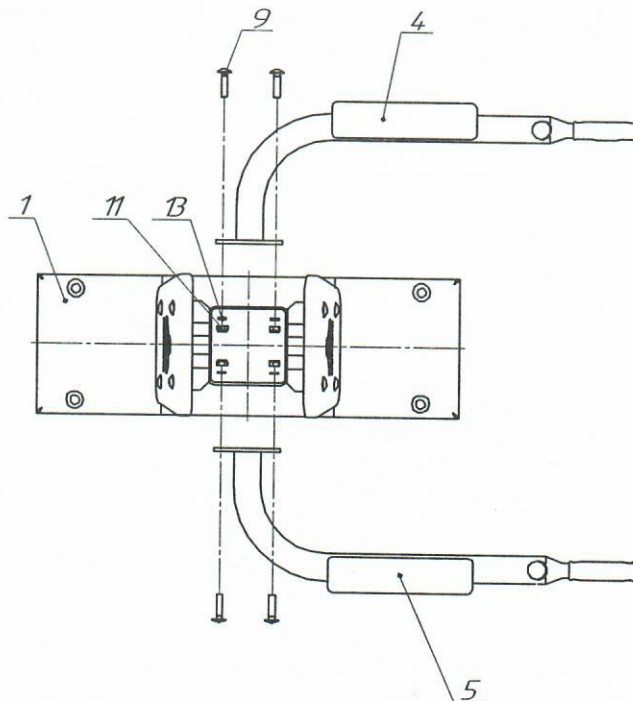

Рис.4
8.3.3 Установить на металлоконструкцию поз. 1 ручки поз.(2 и 3 – нижний уровень), (4 и 5 – верхний уровень) с помощью болтов и закрепить. (рис.4).